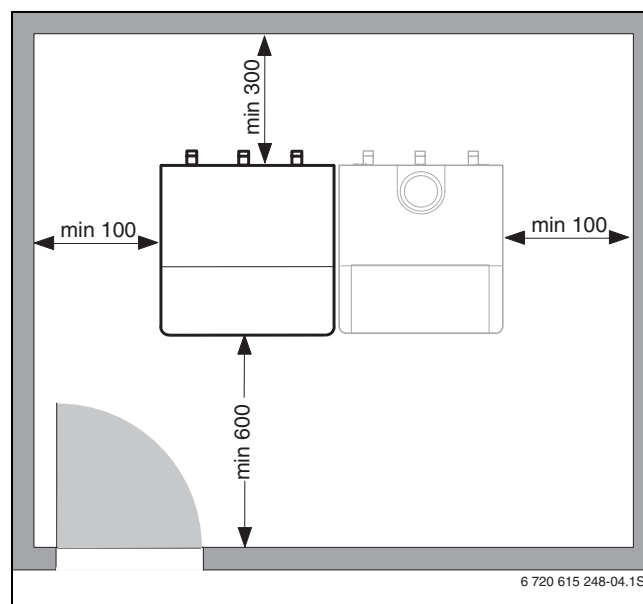

Fig. 2 Distanze minime dalle pareti adiacenti
- ▶ Mantenere la distanza minima dalla parete (→ Fig. 2, a pagina 5).